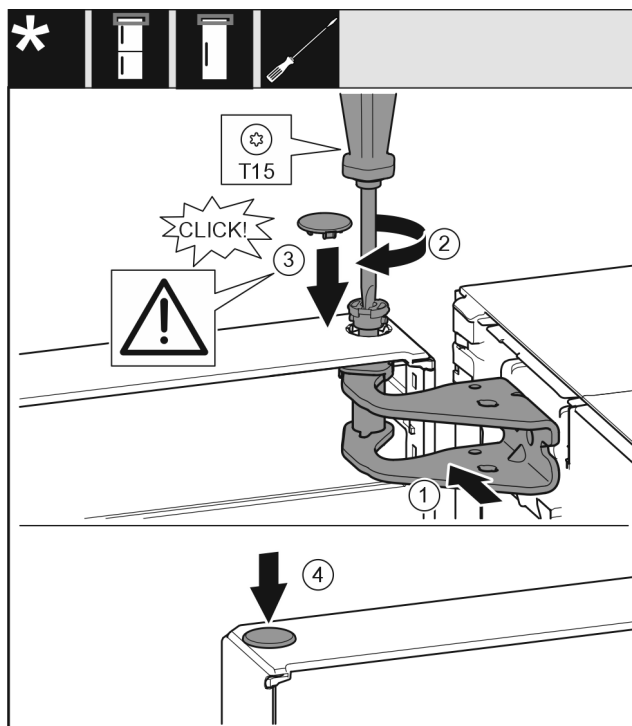

Fig. 19
- ▶ 将冰箱门的上方对准托架 Fig. 19 (1)中的开口。
- ▶ 放入螺栓 Fig. 19 (2)并用螺丝刀拧紧。
- ▶ 装入盖板 Fig. 19 (3)。
- ▶ 检查盖板 Fig. 19 (3)是否紧贴在冰箱门上。
- ▶ 装入盖板 Fig. 19 (4)。